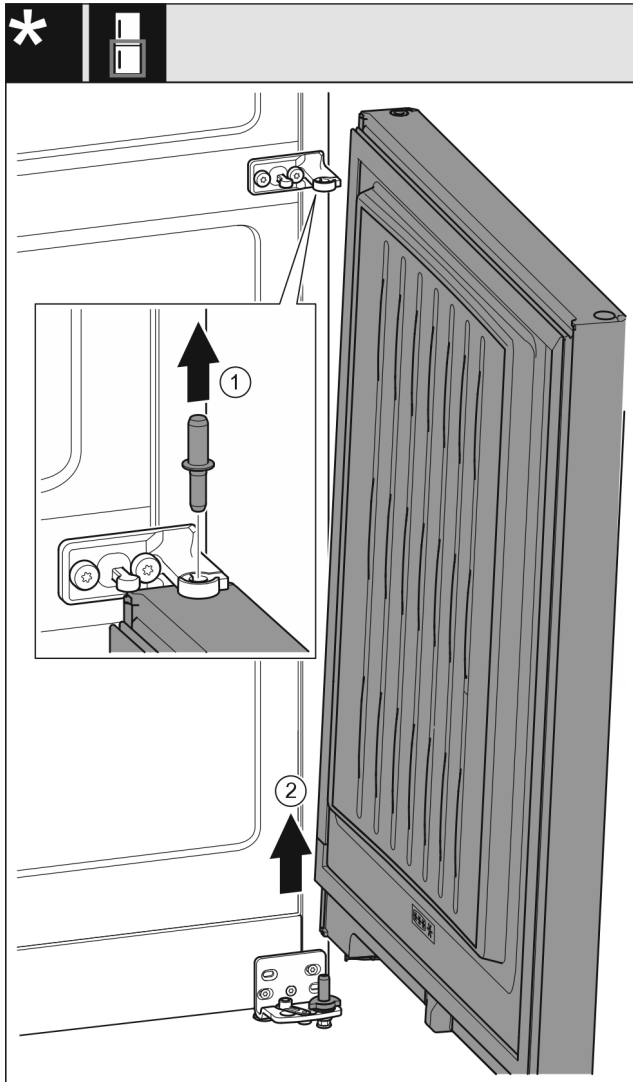

Fig. 10
- Bolzen Fig. 10 (1) nach oben herausziehen.
- Tür Fig. 10 (2) herausschwenken, nach oben ziehen und beiseitestellen.